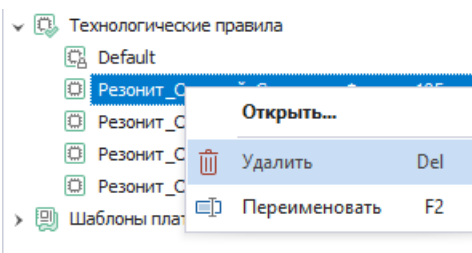

Рис. 124 Удаление шаблона технологических правил
2. Вызовите контекстное меню и выберите пункт «Удалить», Рис. 124. Для данного действия также задана горячая клавиша Delete.